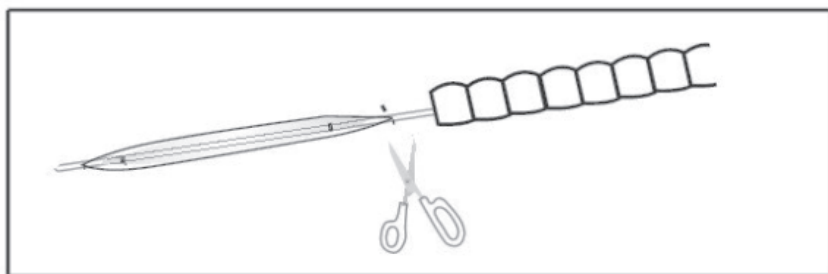

Abbildung 4
8. Wenn der entleerte Ballon oder der vorgespannte Führungsdraht nach dem Eingriff nicht aus dem Arbeitskanal herausgezogen werden können, kann es erforderlich sein, das Endoskop zusammen mit dem entleerten Ballon und dem vorgespannten Führungsdraht zu entfernen, um Schäden am Endoskop zu vermeiden. Ziehen Sie nach dem Entfernen die Ballonhülle heraus, indem Sie den Ballon an seinem proximalen Ende abschneiden, wie in Abbildung 4 dargestellt.
Ziehen Sie den Ballon oder den vorgespannten Führungsdraht nicht gewaltsam vom Endoskop ab, wenn ein erheblicher Widerstand auftritt. Möglicherweise müssen das Endoskop zusammen mit dem beschädigten Ballon und dem vorgespannten Führungsdraht entfernt werden, um Schäden am Endoskop zu vermeiden. Entfernen Sie den Ballonkatheter aus dem Endoskop, indem Sie das proximale Ende des Ballons abschneiden (siehe Abbildung 4).